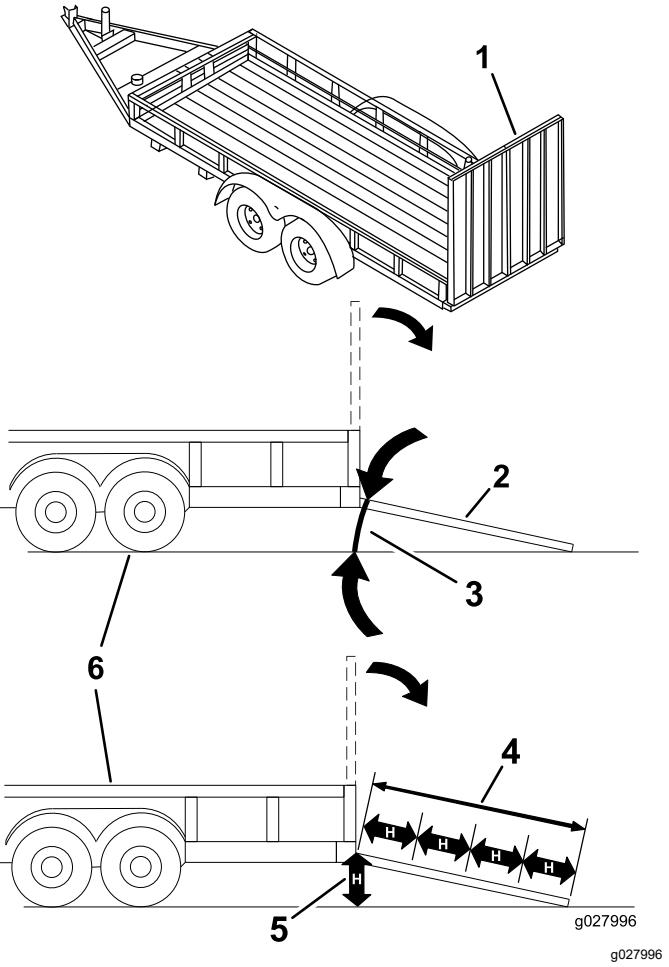

Figure 34
**Le chargement de la machine sur une remorque ou un camion augmente le risque de basculement, et donc de blessures graves ou mortelles (Figure 34).**
3. Abaissez la rampe pour que l'angle avec le sol ne dépasse pas 15 degrés (Figure 34).
1. Abaissez la rampe pour que l'angle avec le sol ne dépasse pas 15 degrés (Figure 34).